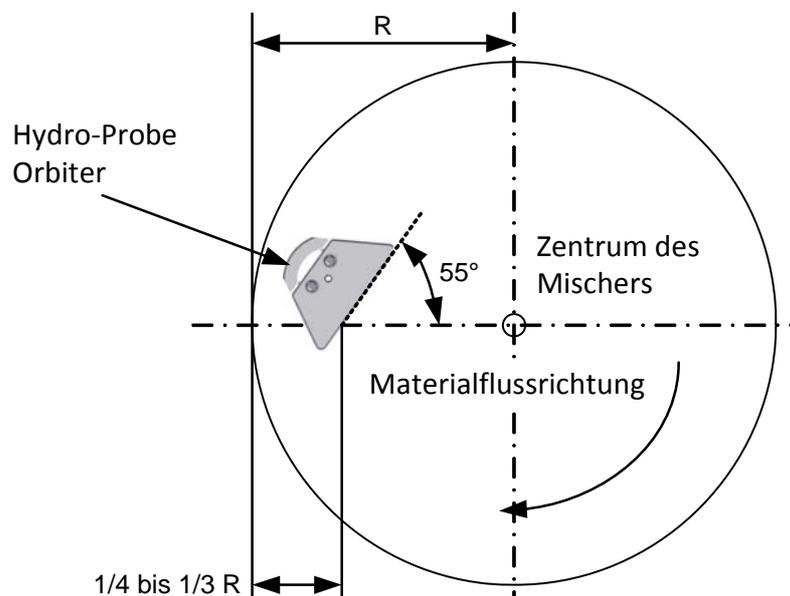
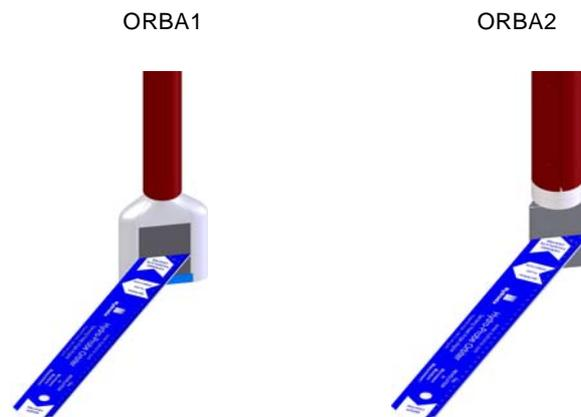

Abbildung 15: Einstellen des Sensorkopfwinkels für optimale Leistung
Abbildung 16: Hydronix-Winkelmaß zur Ausrichtung der Sensorfläche
- Der Sensor ist entlang dem Abstreiferarm in etwa 1/4 oder 1/3 des Abstands von der Wand des Mixers zu montieren (siehe Figure 15). Wählen Sie eine Position mit möglichst gleichmäßigem Materialfluss und möglichst frei von Turbulenzen, die durch die Mischschaufeln verursacht werden. Die Keramikstirnplatte des Sensorarm sollte in einem Winkel von 55 Grad zum Mittelpunkt des Mixers ausgerichtet sein. Zur Ausrichtung kann das mitgelieferte Winkelmaß verwendet werden (weitere Informationen finden Sie in Figure 16).
Der Sensorkopf sollte in einem Bereich platziert werden, in dem der Materialfluss am gleichmäßigsten ist. Normalerweise ist dies in einem Drittel oder Viertel des Abstands zur Außenseite der Mischerwand. (Figure 15).
- Ein Winkel von 55° liefert im Allgemeinen gute Ergebnisse. Verwenden Sie das mitgelieferte Winkelmaß, um den Winkel einzustellen (Figure 16).